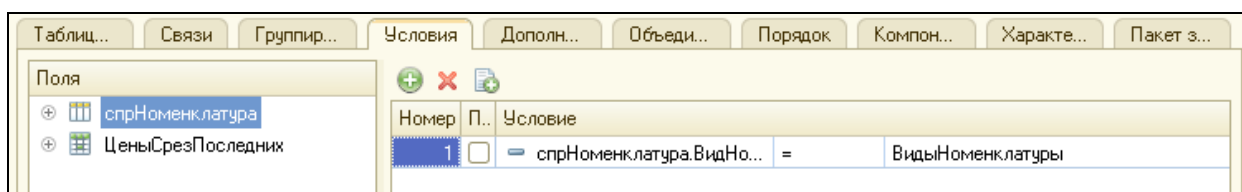

Рисунок 4.44 Условия выбора элементов
7. На закладке **Условия** задаем условие выбора элементов справочника **Номенклатура**- выбираемые элементы должны соответствовать виду номенклатуры (рис.4.44).